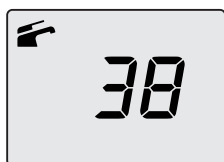

Figura 2.6
- Il display LCD visualizza la temperatura di caldaia (circuito primario) ed il simbolo  (Figura 2.6).